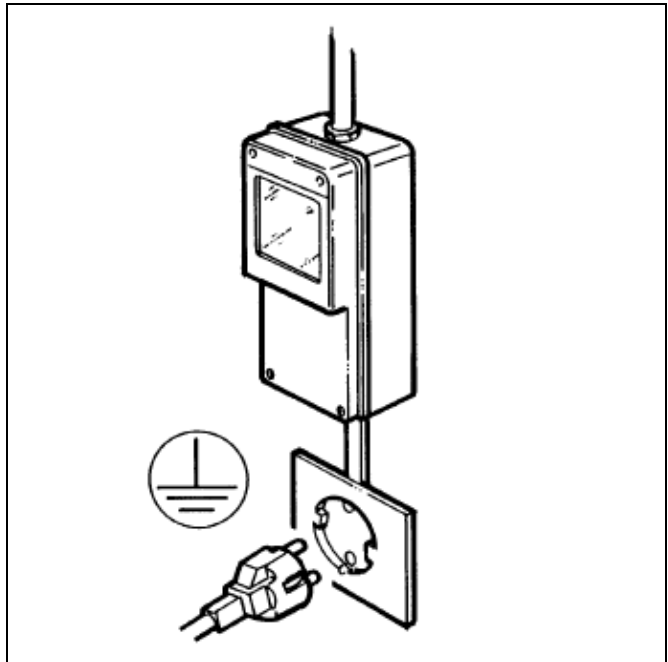

Fig. 3
- S'assurer que l'installation électrique à laquelle l'appareil est raccordé soit pourvue d'une prise de terre efficace, conformément aux normes de sécurité en vigueur (fig. 3). Le fabricant ne peut être tenu pour responsable des dommages éventuels causés par l'absence de mise à la terre de l'installation.
- Pour une installation correcte et sûre, il est nécessaire de prévoir une prise spécifique commandée par un interrupteur magnétothermique qui doit avoir une distance d'ouverture entre les contacts d'au moins 3 mm conformément aux normes nationales sur la sécurité en vigueur (fig. 3).